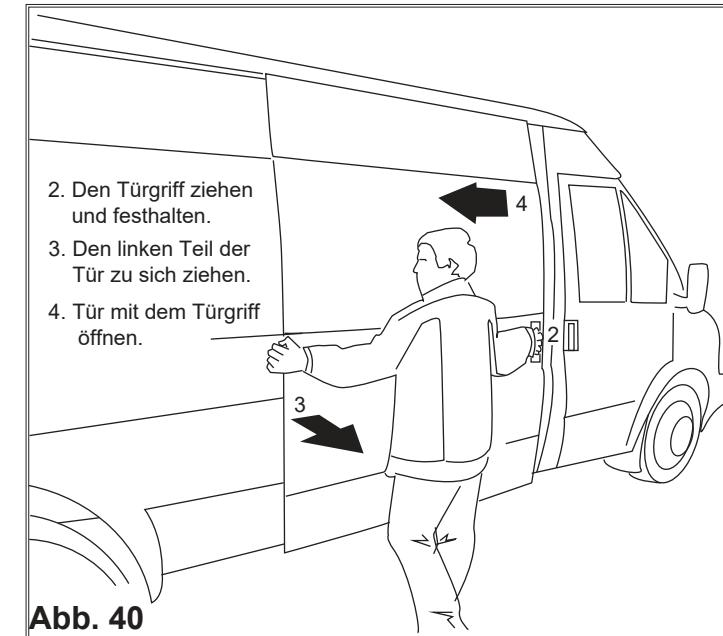

Abb. 40
2. Den Türgriff ziehen und festhalten, (**Abb. 40**).
3. Den linken Teil der Tür zu sich ziehen, **Abb. 40**.
4. Die Tür mit dem Türgriff nach links öffnen, (**Abb. 40**).